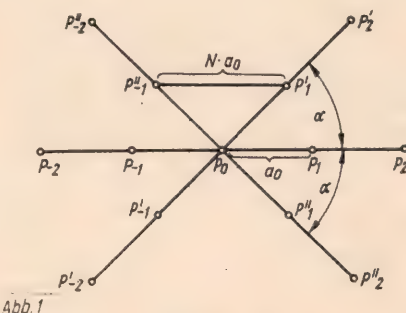

Abb. 1
a) Gegeben sei ein Translationsgitter mit einer Parallelschar n -zähliger Drehachsen (Translation ist die Abbildung eines ebenen oder räumlichen Gebildes, bei der alle Punkte in ein und derselben Richtung um ein und denselben Betrag verschoben werden). Zu jeder Achse gibt es Punkt-reihen, die auf dieser senkrecht stehen (... P_{-2} , P_{-1} , P_0 , P_1 , P_2 ...); durch P_0 geht eine n -zählige Drehachse \perp Zeichenebene. Ferner gelte $P_0P_1 = P_1P_2 = \dots = a_0$. Wir denken uns diese Punkt-reihe um die Drehachse P_0 um den Winkel α bzw. $-\alpha$ ($\alpha = 360^\circ/n$) gedreht und sehen, daß neue Punktreihen entstehen (vgl. Abb. 1).